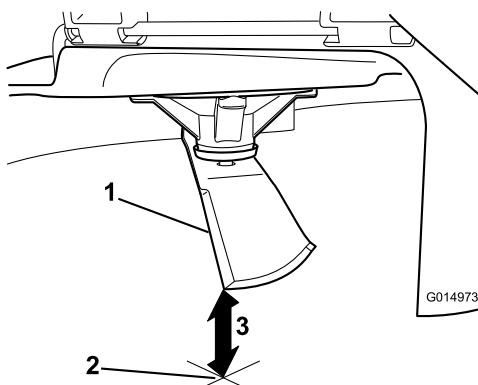

Figura 42
- Mida desde la punta de la cuchilla hasta la superficie plana (Figura 42).